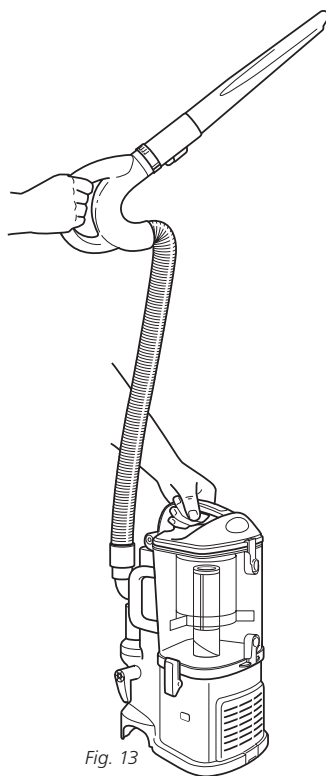

Fig. 13
- 4 Mettez l'interrupteur marche/arrêt en position "1" pour mettre l'aspirateur en marche pour le nettoyage des surfaces élevées et tenez la poignée dans une main pendant que vous transportez le chariot amovible de l'autre main. (Fig. 13)